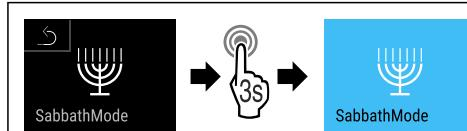

Fig. 12
- Провести етапи операцій (див. Fig. 12) .